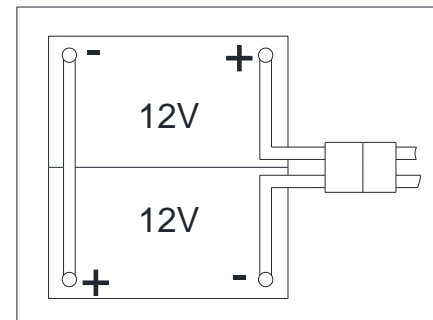

Figure 3
La machine nécessite deux batteries de 12 V, connectées selon le schéma (Figure. 3).
1. Ouvrir le couvercle du réservoir de récupération (1) et vérifier si le réservoir de récupération (25) est vide; sinon, le vider avec le tuyau de vidange (22).
2. Fermer le couvercle du réservoir de récupération (1).
3. Basculer le réservoir de récupération (25) avec précaution.
5. Installer le câble de la batterie comme indiqué dans (Figure 3), puis serrer soigneusement l'écrou sur chaque borne de la batterie.
6. Placer le capot de protection sur chaque borne, puis connecter le connecteur de la batterie (54).
7. Abaisser avec précaution le réservoir de récupération (25).